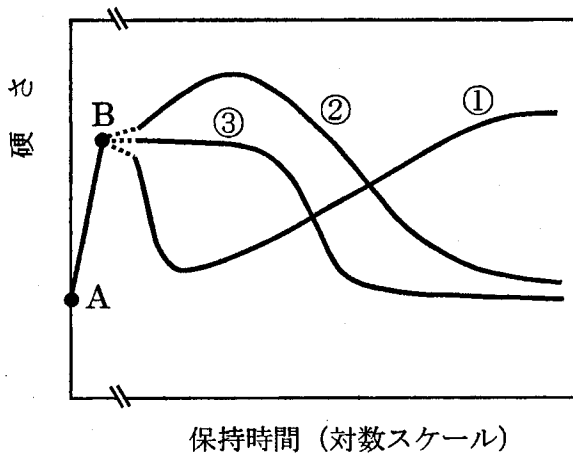

図 3-1 Al-1 mass%Mn 合金の硬さ変化
- (1) 焼なまし材を冷間加工すると加工硬化する。加工硬化は転位密度の変化による強度増加で説明される。転位密度 (ρ) と強度 (σ) の関係を式で示し、加工硬化の理由を説明せよ。
- (2) 等温保持したとき、保持時間に対する硬さ変化はどのようなになるか。図 3-1 に示す曲線①～③の中から最も適切なものを選び、番号で答えよ。
- (3) 硬さ変化がそのような理由を、等温保持中におこる合金内部の組織変化と対応づけて説明せよ。なお、組織変化の図を描いて説明せよ。